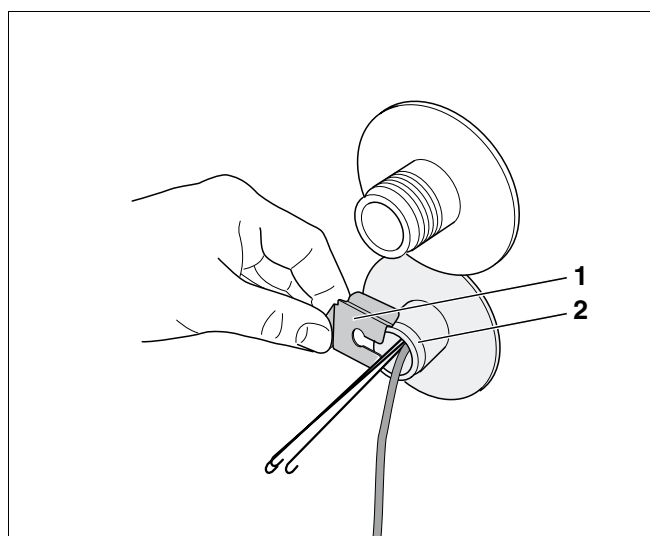

Fig. 8 Montaggio dell'arresto di sicurezza della sonda
- Inserire l'arresto di sicurezza della sonda (fig. 8, **pos. 1**) lateralmente sul pozzetto ad immersione (fig. 8, **pos. 2**).